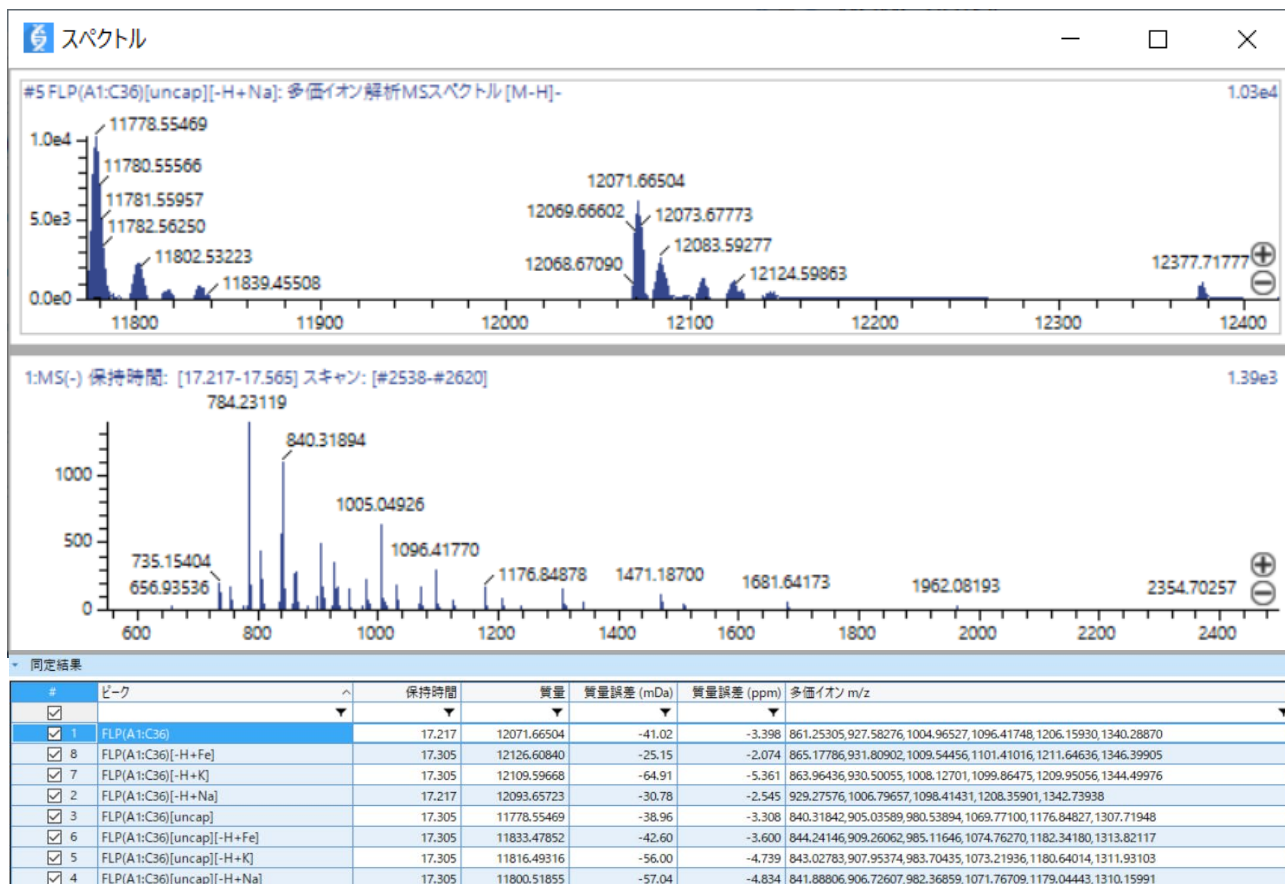
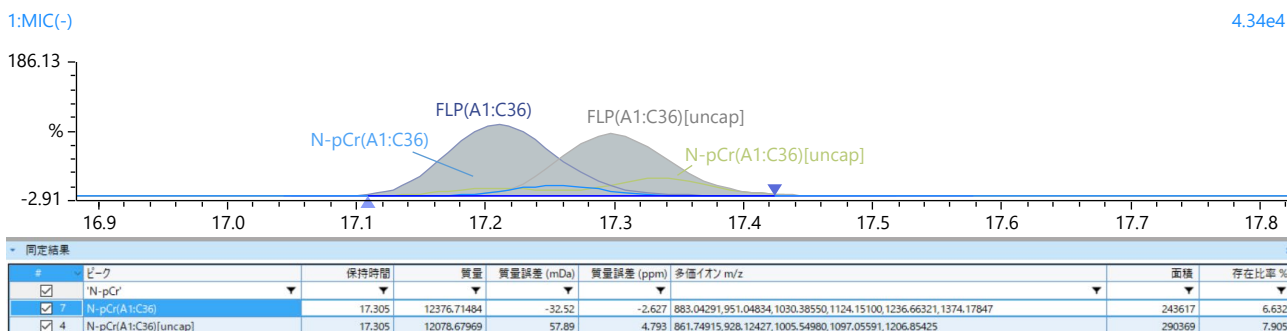

図4 多価イオン解析結果
図5 Cap1体および未反応体に対するN+1体の同定結果
を図4に示します。金属付加体の検出も確認されました。また、Cap1体、未反応体ともにシチジン (C) が1つ付加したロングマー（以下N+1体とする）も検出され、存在比率はそれぞれ6.6%、7.9%と算出されました（図5）。これらは*in vitro* 転写により生じた副反応物と推測されます。